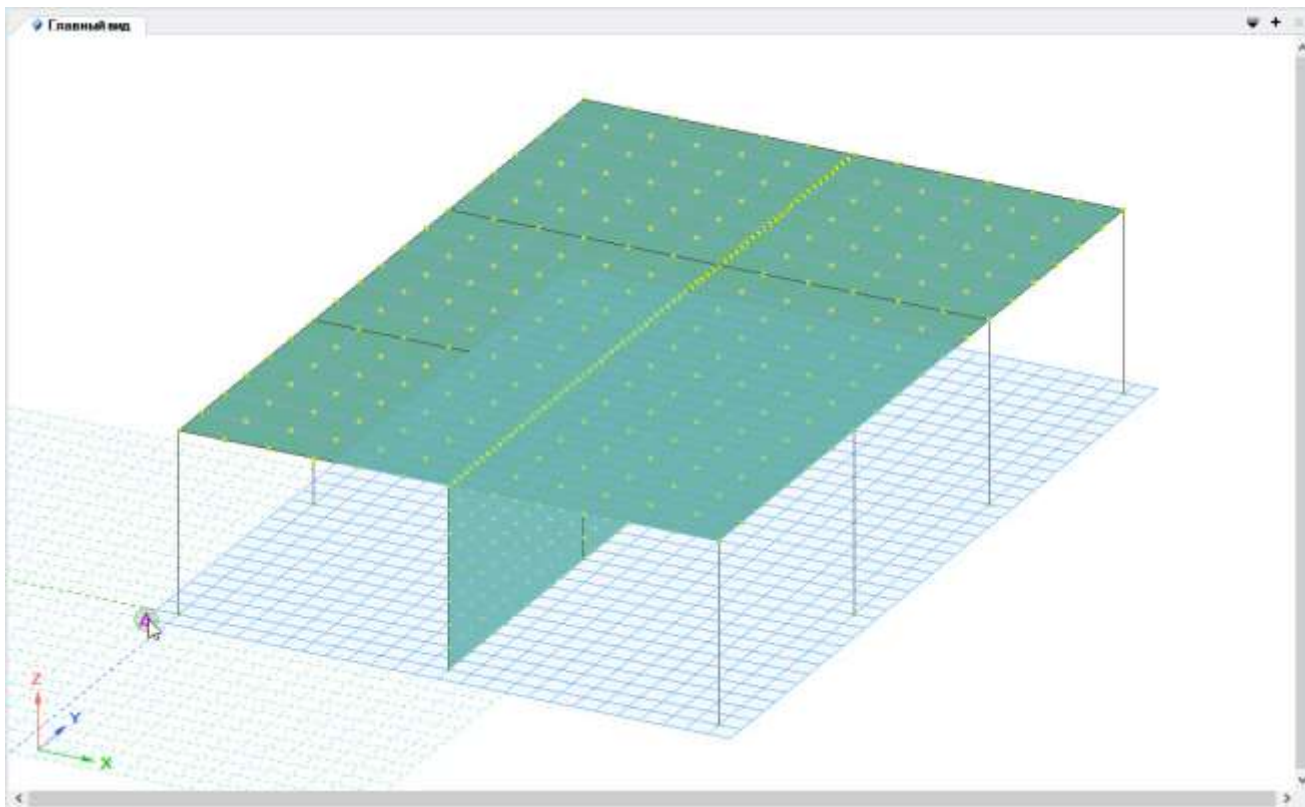

Рис. 3.13 Позиционирование фундаментной плиты в окне «Главного вида»
- В окне «**Главного вида**» позиционируйте фрагмент (Рис. 3.13).